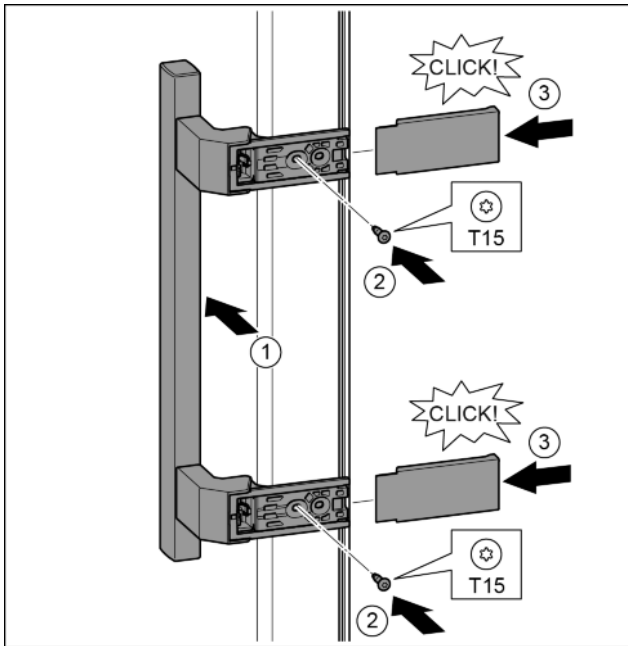

Fig. 20
- ▶ Поставете дръжката от другата страна. Fig. 20 (1)
- ▶ С отвертка T15 затегнете винтовете. Fig. 20 (2)
- ▶ Поставете отстрани капачите и ги нахлузете. Fig. 20 (3)